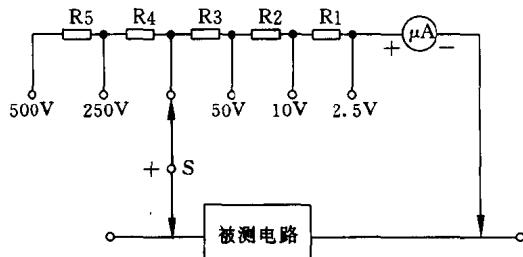

图1.1.3 直流电压测量原理示意图
将红表笔插入标有“+”符号的表笔插孔①内，黑表笔插入标有“*”符号的表笔插孔②内，将转换开关S2旋至交直流电压“ \vee ”功能挡位，转换开关S1旋至直流电压“V”量限区间并选择适当的挡位，然后将两表笔并跨在被测电路两端。根据指针在表盘上交直流电压刻度线的指示位置读出测量结果，测量原理示意图见图1.1.3。当转换开关选择2.5V测量挡位时，指针满幅偏转为2.5V；当选择10V挡位时，指针满幅偏转为10V，选择其它挡位时则照此类推。